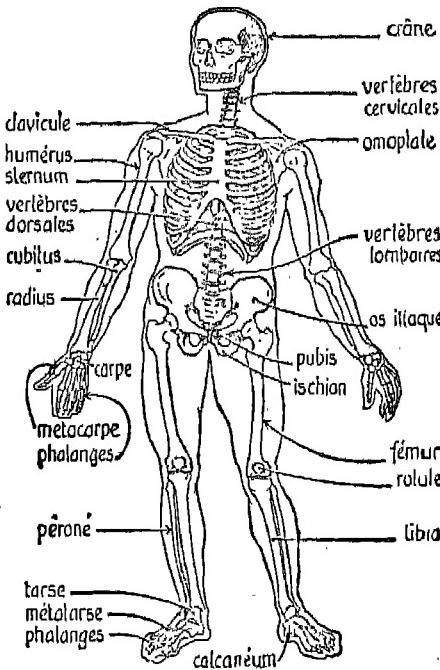

Fig. 1. — Le squelette de l'Homme.
1. Sur un squelette monté, ou un tableau mural — à défaut sur la fig. 1 de la leçon — révision des principaux os du corps humain. Indiquez ensuite leur position sur vous-même.
Notre squelette est formé d'os, durs, rigides, qu'un choc violent peut cependant briser. Les uns, comme ceux des bras et des jambes, sont *longs*; d'autres, comme les os de la boîte crânienne sont *plats*; enfin, il y a de petits os, *courts*, comme ceux des doigts. La fig. 1 vous permettra de revoir les noms des principaux d'entre eux.